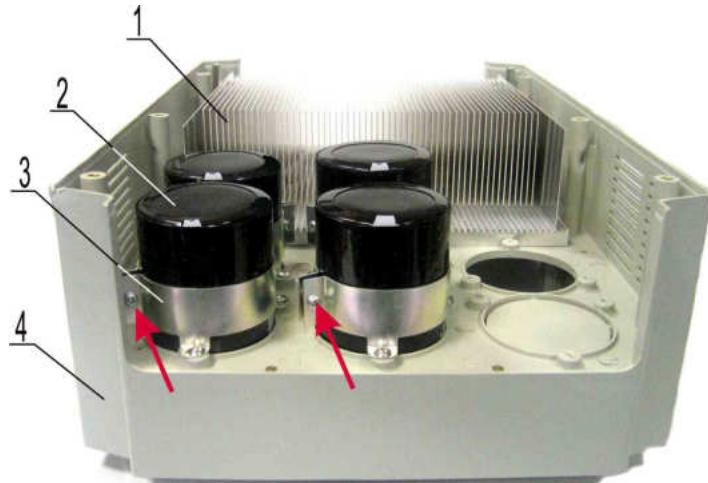

Рис. 6.24
- 6.16.1. Перевернуть нижнюю часть корпуса 4, как показано на рис. 6.24.
- 6.16.2. Ослабить четыре винта, стягивающие хомуты 3 на конденсаторах 2 (рис. 6.24).